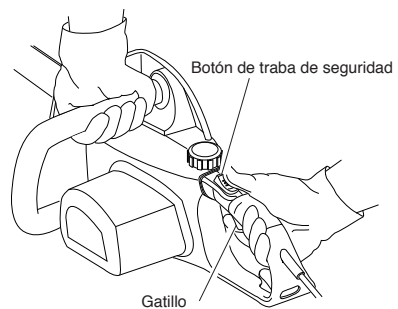

Figura 10 - Posición del gatillo y de la traba de seguridad
3. Utilice ambas manos para sujetar la sierra. Utilice siempre la mano izquierda para asir el mango anterior y la derecha para tomar la posterior. Sujétela con firmeza: los mangos de la sierra deben quedar bien tomados por sus dedos (vea la Figura 10).
5. Cuando esté dispuesto a realizar un corte, presione la traba de seguridad completamente hacia adelante con el pulgar derecho y apriete el gatillo (vea la Figura 10); la sierra se encenderá. Al soltar el gatillo, se apagará. Cerciérese de que la cadena está girando a su máxima velocidad antes de comenzar a cortar.